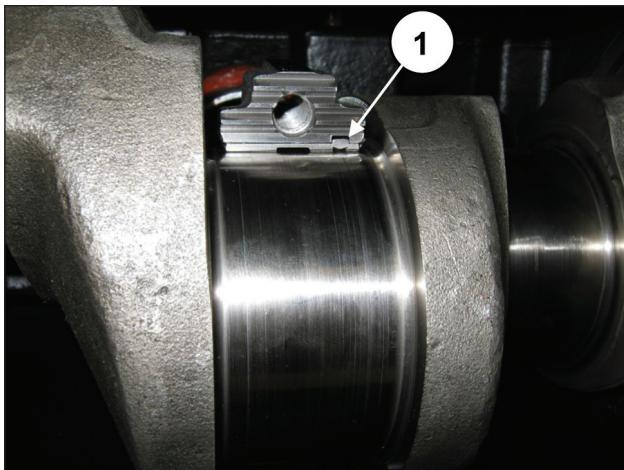

Fig. 68
**Pour monter correctement les demi-coussinets, s'assurer que la languette de repère des demi-coussinets se trouve dans son logement sur la demi-bielle (rep. ①, Fig. 68).**